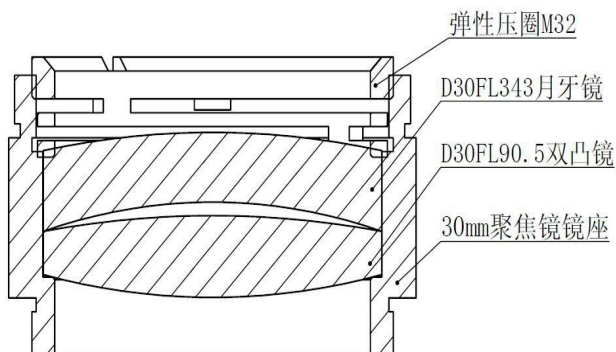

图 15 30 月牙镜安装示意图
- 如图 15 所示将聚焦镜片和弹簧压圈谨慎地安放到镜座内；